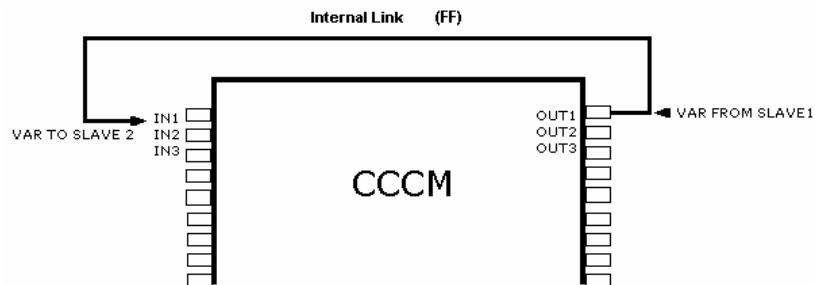

Figura 4.7 – Conexão Peer-to-peer no Bloco CCCM
- **Através de “Link”** – neste caso deve ser feito um link entre a saída desejada e a entrada desejada. A Figura 4.7 exemplifica esta conexão usando “Link”.